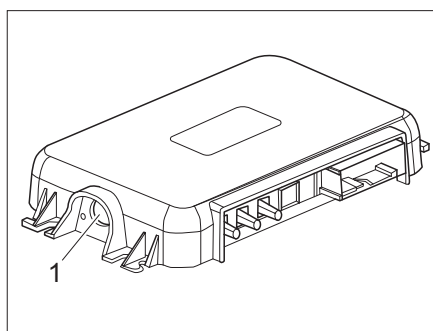

Fig. 299 Tasto di accoppiamento a SCU
- Digitare il tasto di accoppiamento di SCU (Fig. 299,1).